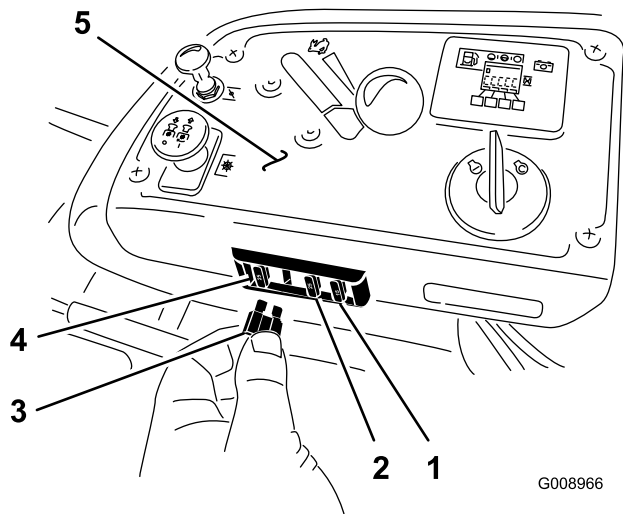

Figura 69
Los fusibles están situados en la consola a la derecha del asiento (Figura 69).
2. Instale un fusible nuevo (Figura 69).